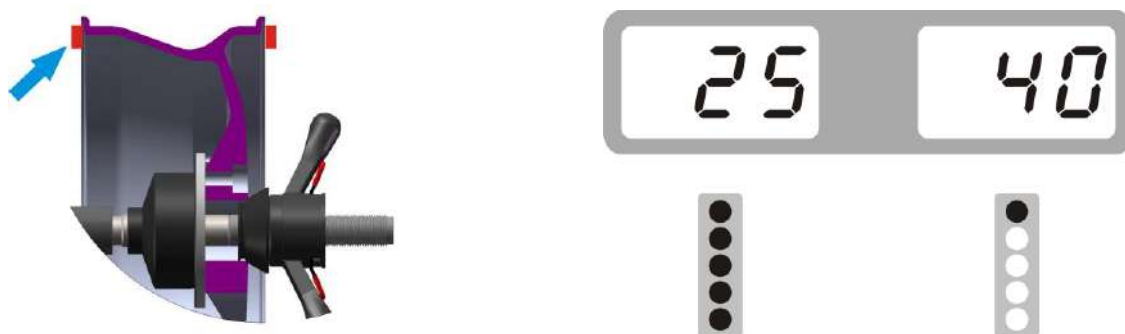

Рис.4
- 7) Медленно вращайте колесо против часовой стрелки вручную до тех пор, пока внутренний индикатор не загорится полностью. В этот момент самая высокая точка (12 часов) на внутреннем обода является правильной точкой дисбаланса. Добавьте соответствующий вес в этом положении. См. рис. 4